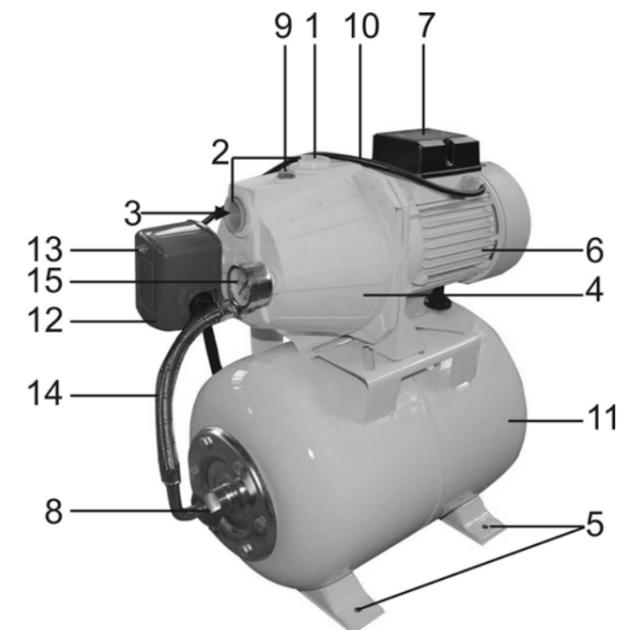
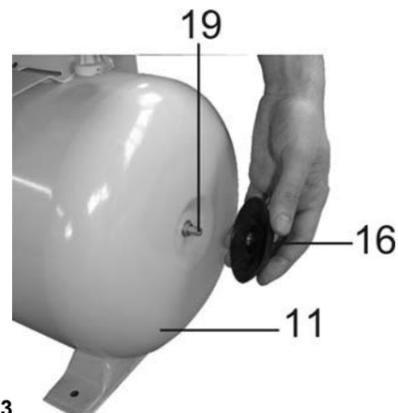

Рис.1
Рис.3
6. УСТРОЙСТВО СТАНЦИИ (Рис.1)
7.4. Извлечь заглушки 2 (Рис.1)
7.5. В отверстия нагнетательного и всасывающего патрубка 1 и 3 (Рис.1), соответственно, установить штуцера или другие соединительные элементы трубопроводной системы (не комплектуются), обеспечив герметичность соединения.
8.1. Принцип работы (Рис.1)
После включения насосной станции вода заполняет систему от обратного клапана до потребителя. После прекращения отбора воды потребителями давление воды в системе растет до верхнего предела настройки реле давления 12. Реле давления 12 выключает насос. При открытии потребителем крана, вода поступает из расширительного бака 11 под давлением. По мере расхода воды давление в системе падает до нижнего предела настройки реле давления 12, после чего реле давления 12 вновь включает насос. Вода поступает к потребителю и в расширительный бак 11. При повышении давления в системе, реле давления 12 снова выключает насос. Пока есть расход воды из системы, циклы включения и выключения повторяются. Расширительный бак 11 служит для аккумуляции воды под давлением и сглаживания гидроударов. Он состоит из стального резервуара со сменной резиновой мембраной и имеет пневмоклапан 19 (Рис.3) для закачивания сжатого воздуха.
8.2.1. Убедитесь, что в расширительный бак 11 закачан воздух под давлением 1,5 атм (Рис.3) с помощью обычного автомобильного манометра (не комплектуется). При меньшем давлении снимите крышку 16 и через пневмоклапан 19 закачайте воздух в расширительный бак 11 обычным автомобильным насосом (не комплектуется) (Рис.3). При транспортировке насосной станции заводские настройки реле давления 12 (Рис.1) могут сбиться, поэтому нужно учесть что давление закаченного воздуха в баке 11 (Рис.1) должно быть на 0,1 атм ниже, чем давление включения насоса. Это необходимо для максимально эффективной работы расширительного бака 11 (Рис.1).
8.2.3. Через заливное отверстие, закрытое болтом 9 (Рис.1), заполнить насос водой. Для этого необходимо открутить болт 9 (Рис.1).
8.2.4. После заполнения насоса водой, герметично закрутите болт 9 (Рис.1).
8.3.4. Исключите попадание воды на двигатель 6 и на клеммную коробку 7 (Рис.1).
8.4.1. Отключите шнур питания 10 (Рис.1) от источника электрического тока
8.4.2. Открутите гайку 13 и снимите крышку реле давления 12 (Рис.1).
8.4.4. Закрепите крышку реле давления 12 гайкой 13 (Рис. 1).
8.4.5. Включите станцию и, ориентируясь на показания манометра 15, проверьте правильность регулировки (Рис.1).
9.2. В случае заморозков из насоса необходимо слить воду через сливное отверстие, закрытое болтом 8 (Рис.1). Для станций модели БЦС – 1,00-40-У3 - открутите болт для слива воды. Для слива воды из станций модели БЦС – 0,70-32-У3 и БЦС – 0,83-42-У3 необходимо открутить гайку 8* (Рис.1)
9.4. Ежемесячно проверяйте давление воздуха в расширительном баке 11 (Рис.1) (см.п.8.2.1).